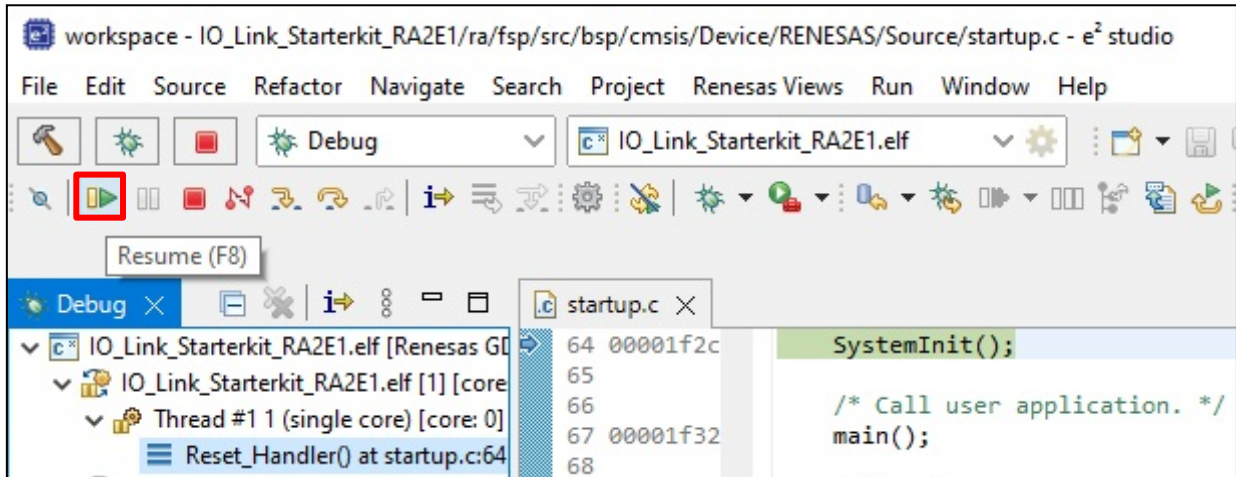

図 6-12 MCU への書き込み完了
1. 図 6-12 の状態で、F8 または Resume アイコンをクリックして、プログラムの実行を開始します。